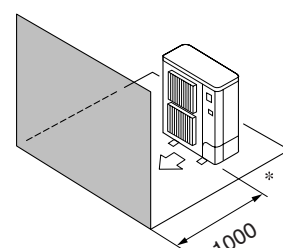

Fig. 2-5
- ④ Enbart hinder på framsidan (Fig. 2-5)